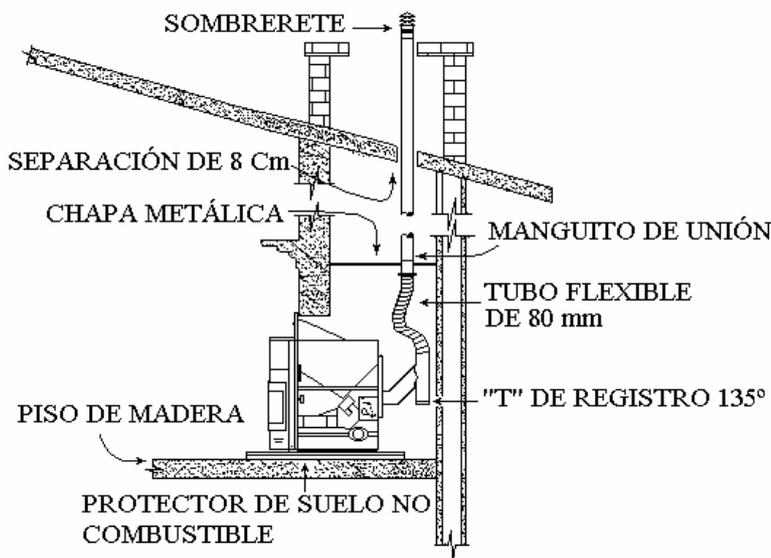

Figura 7
En el caso del encastrable debe ir siempre con un tubo flexible de acero inoxidable, ya que para realizar el mantenimiento es necesario desplazar el aparato, ver figura 7.
- 4.24. Introduzca, para la salida de gases, un tubo flexible de acero inoxidable por el agujero hecho en la pared y únalo con la boca del extractor, teniendo en cuenta que el tubo debe tener la holgura suficiente para desplazarlo por su carro, fije con una brida metálica las uniones del tubo, recomendamos sellar las uniones del tubo con silicona de alta temperatura, ver figura 7.
4.35. Instalar el encastrable según la figura 7, teniendo especial cuidado en colocar una tapa metálica, tubo flexible de acero inoxidable de salida de gases y latiguillos flexibles para el circuito de agua.